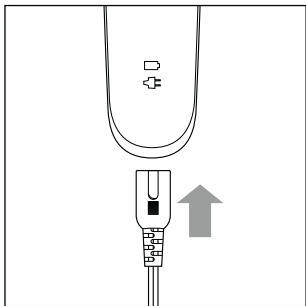

Fig. 1
- 2) Tilslut hulstikket **9** på netadapteren **8** til produktet (se fig. 1).